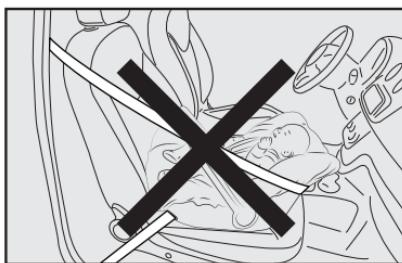

fig. 16
**GRAVE PERIGO:** não colocar cadeirinhas para crianças voltadas contra o sentido de marcha do veículo - fig. 16. A ativação do airbag, se ocorrer uma colisão, pode produzir lesões mortais na criança transportada.